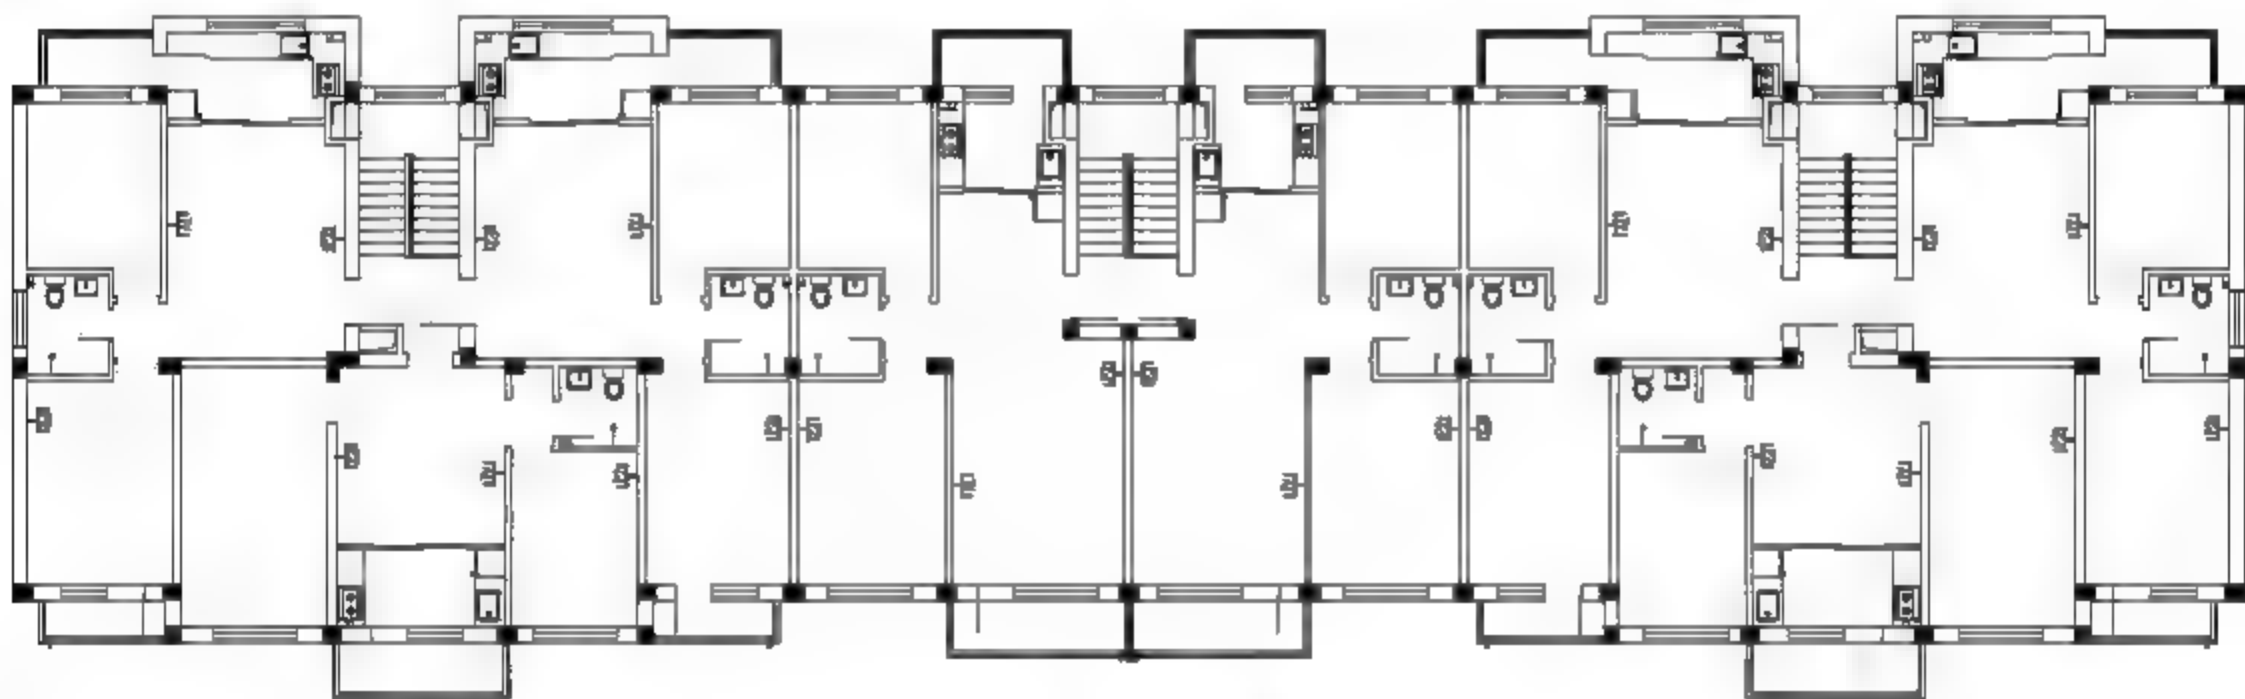

图12-13 布置插座
**01** 调入插座图块。打开本书配备资源中的“素材\第12章\电气图例.dwg”文件，选择双孔信息插座、电视插座图块，将其复制至当前图形中，如图12-13所示。